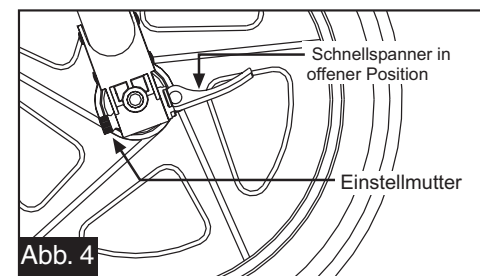
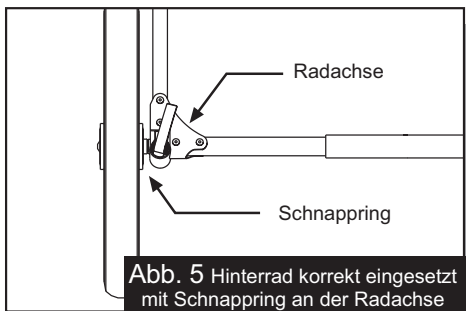
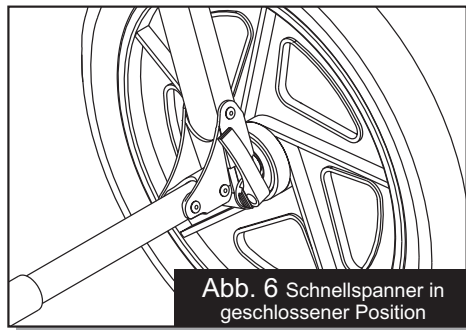

Abb. 4
Abb. 5 Hinterrad korrekt eingesetzt mit Schnapping an der Radachse
Abb. 6 Schnellspanner in geschlossener Position
- 4 Hinterrad:** Positionieren Sie den Hinterrad-Schnellauslöser Hebel in der offenen Position, wie in Abbildung 4 gezeigt. Führen Sie die Hinterradsachse in die hintere Gabelöffnung ein. Falls die Achsel nicht einfach reinrutscht, lösen Sie die Schnellverschluss Einstellmutter von Hand (Abbildung 4). Führen Sie die Achsel in die Achselaufnahme ein bis der Schnapping an der Achsel mit der Achselaufnahme in Berührung kommt
(Abbildung 5). Schieben Sie den Schnellverschluss in die geschlossene Position (Abbildung 6). Das Wort "close" sollte gut sichtbar sein und der Schnellspannhebel sollte aufwärts und zum Sitz weisen. Wenn der Schnellspanner richtig eingestellt ist, sollte deutlicher Widerstand spürbar sein, um ihn zu schließen (9-11.9 Nm). Falls Sie diesen Widerstand nicht spüren (zu lose oder zu fest), stellen Sie den Schnellspannhebel zurück in die offene Position (Abbildung 4) und stellen sie die Einstellmutter ein (im Uhrzeigersinn zum anziehen und gegen den Uhrzeigersinn zum lockern). Schieben Sie den Schnellspannhebel in die geschlossene Position (Abbildung 6). Achtung: Befolgen Sie diese Anweisungen genau. Wenn Sie unsicher sind, fragen Sie Ihren Händler oder BOB.